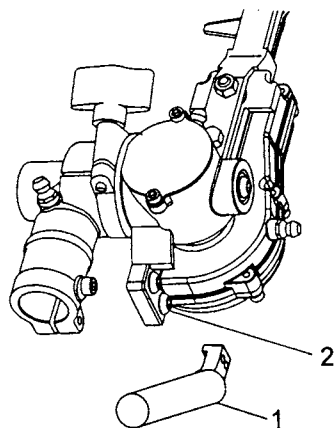

Fig.2-2
3. Make sure the locking bolt (1) fits in the location hole (2) of tube and that the tube will not come off.
4. Tighten the clamp bolt (3) securely.
### Installation of support handle (1) (Fig.2-2)
1. Remove 2pcs of hex. hole screw (2) from gear case.
2. Install support handle (1) onto gear case by removed hex. hole screws (2). Then tighten hex. hole screws securely.
4. Serrer fermement le boulon de blocage (3).
### Installation du manche de support (1) (Fig.2-2)
1. Enlever les deux vis de trou hexagonal (2) à partir du train d'engrenages.
2. Installer le manche de support (1) sur le train d'engrenages au moyen des vis à trou hexagonal enlevées (2).
3. Assicurarsi che il bullone di bloccaggio (1) s'accorda con il foro di fissazione (2) del tubo e che il tubo non si separa.
4. Avvitare a fondo sicuramente il bullone di grappa (3).
### Montaggio del manubrio di support (1) (Fig.2-2)
2. Montare il manubrio di support (1) sopra il
4. Ziehen Sie die Spannschraube (3) sicher fest.
### Anbringung den Traggriff (1) (Fig.2-2)
1. Nehmen Sie die zwei sechseckigen Schrauben (2) vom Getriebegehäuse weg.
2. Richten Sie den Traggriff (1) auf dem Getriebegehäuse bei den weggenommenen seckseckigen (2). Schrauben ein. Nachdem, ziehen Sie die seckseckigen Schrauben fest.